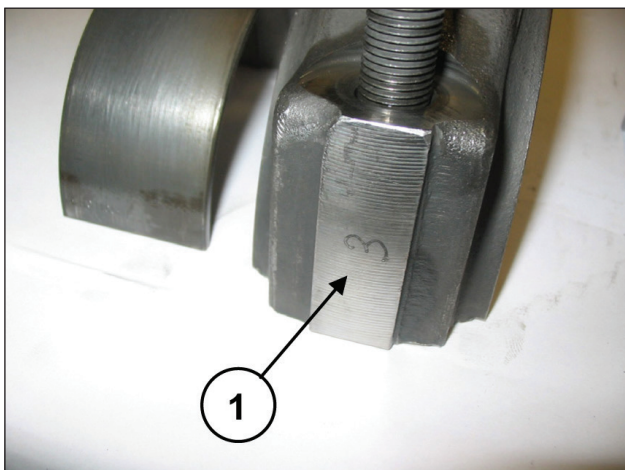

Fig. 34
Accoppiare le semibielle ai cappelli precedentemente smontati facendo riferimento alla numerazione (pos. ①, Fig. 34).
Separare i cappelli dalle semibielle; il corretto accoppiamento sarà garantito dalla numerazione posta su un lato (pos. ①, Fig. 34).